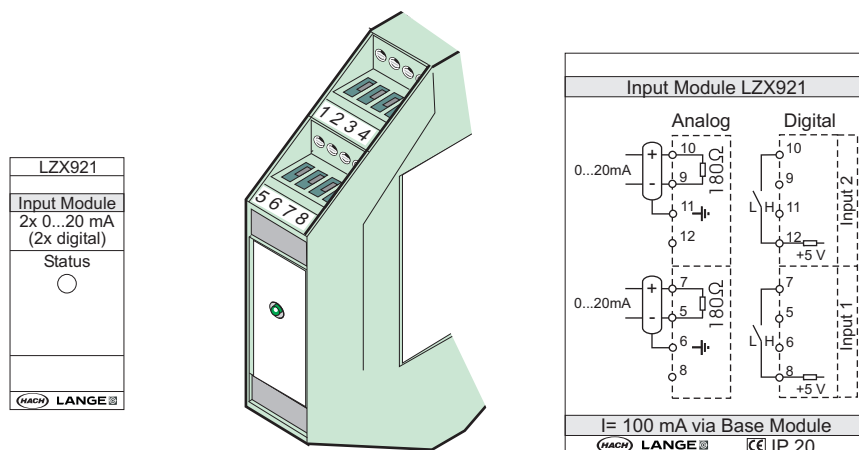

図 79 外部入力モジュール
3. 図 79 と表 52 に示すとおり、適切に接続します。